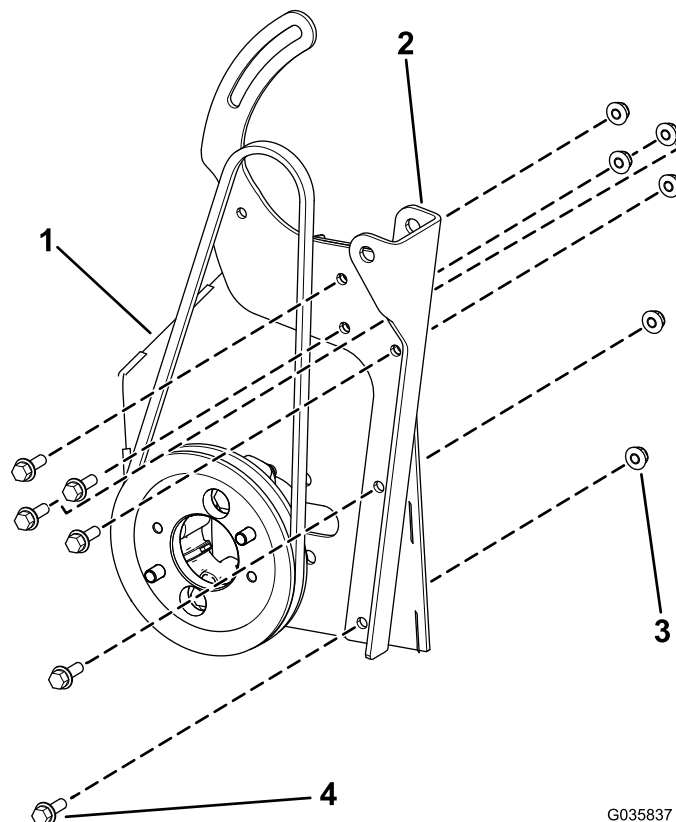

Figure 10
2. Fixez le support d'alternateur au support de la pompe hydraulique à l'aide des 6 vis à embase à tête hexagonale (1/4" x 3/4") et des 6 écrous à embase (1/4"), comme montré à la Figure 10.